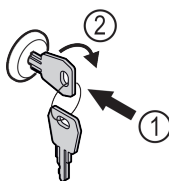

Fig. 178
- ▶ Sæt nøglen i. Fig. 178 (1)
- ▶ Drej nøglen 90° med uret. Fig. 178 (2)